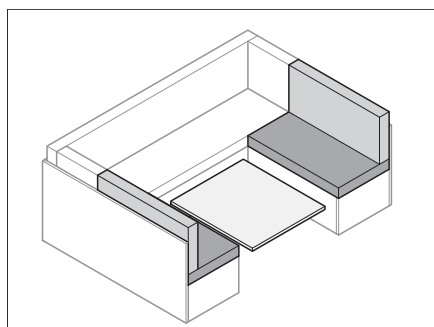

Fig. 72 Trasformare il tavolo
- Trasformare il tavolo (Fig. 72) in struttura di supporto letto (vedi paragrafo 7.7).